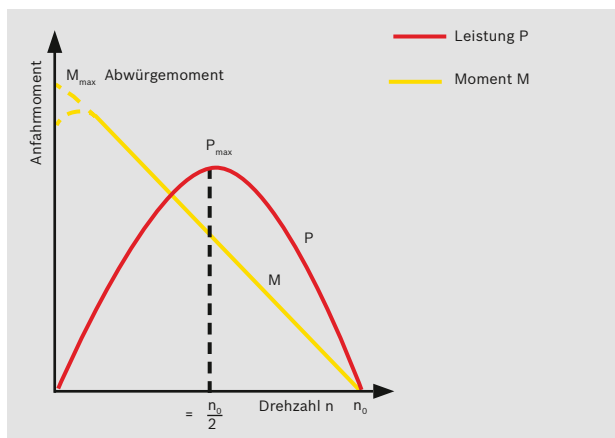

Abb. 1 Kennlinien eines Druckluft-Motors
- Der Druckluft-Motor hat für unterschiedliche Anwendungen ein stets günstiges Drehmomentverhalten. Mit zunehmender Belastung und sinkender Drehzahl steigt das Drehmoment bis zu einem Maximum bei Stillstand an (Abb. 1) – dies wird z. B. bei Schraubern ausgenützt.